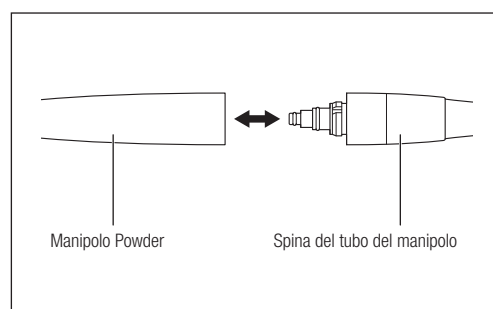

Fig. 9
- 2) Premere saldamente il manipolo Powder nella spina del tubo del manipolo (Fig. 9).